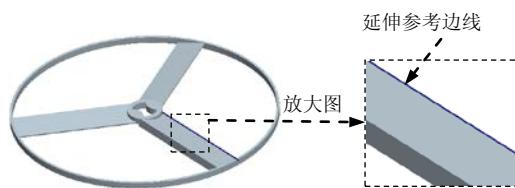

图 5.12 延伸参考边线
- (1) 选取图 5.12 所示的复制曲面的边线。
- (2) 单击 **分型面** 功能选项卡 **编辑** ▾ 区域中的 **延伸** 按钮, 此时系统弹出“延伸”操控板。
- (3) 选取延伸的终止面。在操控板中按下 **按面** 按钮。选取 ADTM1 基准平面为延伸的终止面。
- (4) 在“延伸”操控板中单击 **确定** 按钮, 完成延伸曲面的创建。